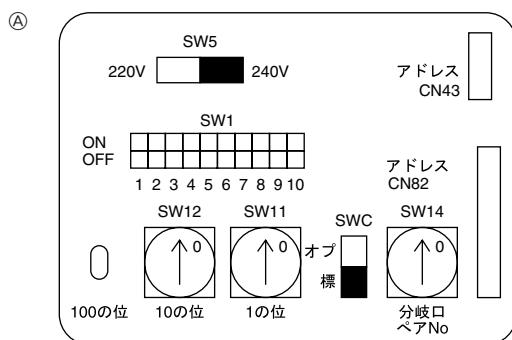

Fig. 4-4
- *1 Aard de transmissiekabel via de aardklem (H) van het buitenapparaat.
4.3. De aansluitadressen instellen (Fig. 4-4)